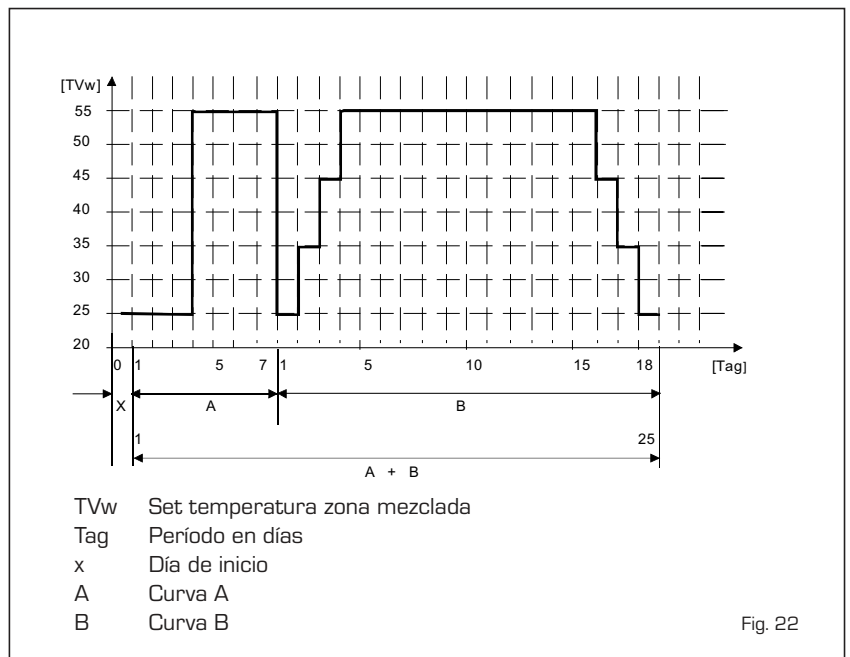

Fig. 22
4.5.2 Función de secado de la losa (fig. 22)